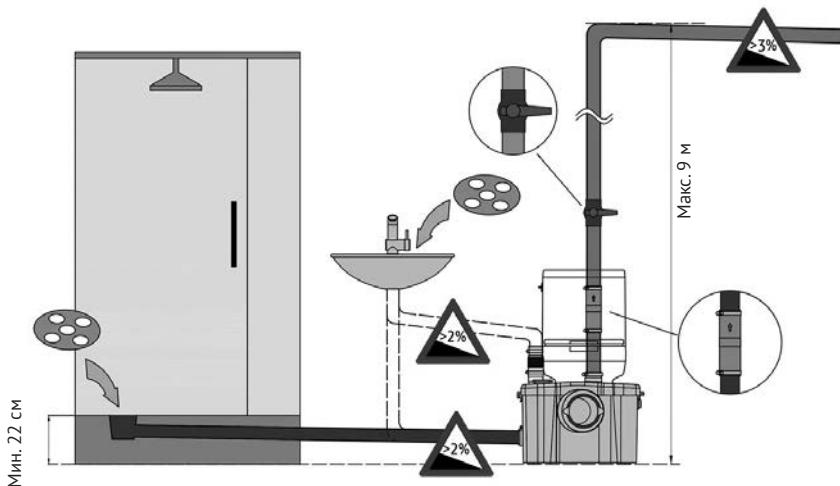

Рисунок 4 – подключение сантехнических приборов и напорного трубопровода к КНС
Диаметр канализационных труб, использующихся для отвода стоков от сантехнических приборов, должен быть не менее диаметра боковых входов (40 мм). Горизонтальные участки труб в сторону насосной станции должны иметь уклон не менее 2 %. При присоединении к станции душевой кабине, расстояние от сливного отверстия поддона кабине до поверхности, на которой установлена станция, должно быть не менее 22 см (см. рисунок 4).
Рекомендуется выполнять соединения на трубопроводе неразъемными, что повысит надежность системы. Важно также предусмотреть шаровой запорный кран на напорном трубопроводе, чтобы упростить процесс обслуживания и демонтажа КНС (см. рисунок 4).
- горизонтальные участки должны иметь уклон не менее 2 %, т.е. на каждый метр по горизонтали трубы поднимается на 2 см по вертикали (см. рисунок 4);